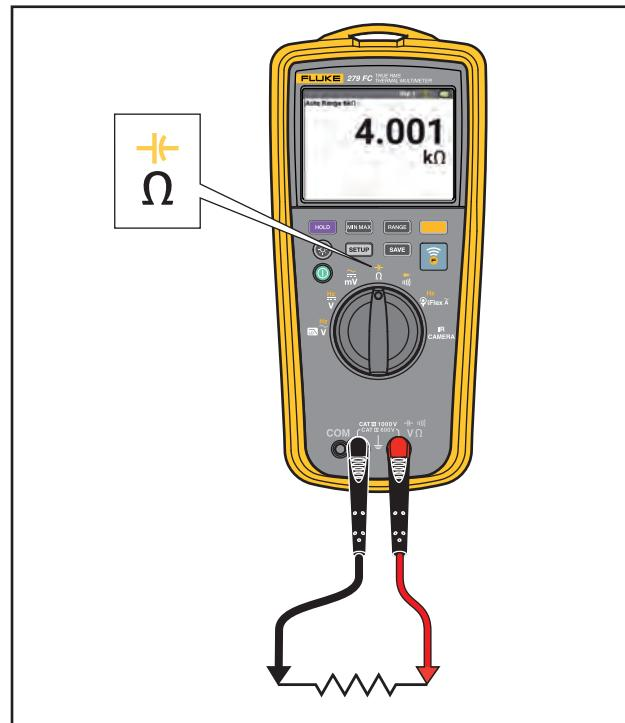

Рисунок 7. Измерения сопротивления
- Измерения сопротивления. См. Рисунок 7.
При измерении сопротивления Мультиметр пропускает ток с небольшим напряжением через цепь. Поскольку ток проходит между щупами всеми возможными путями, измеренное значение сопротивления представляет собой общее сопротивление всех проводников между щупами. См. Рисунок 7.